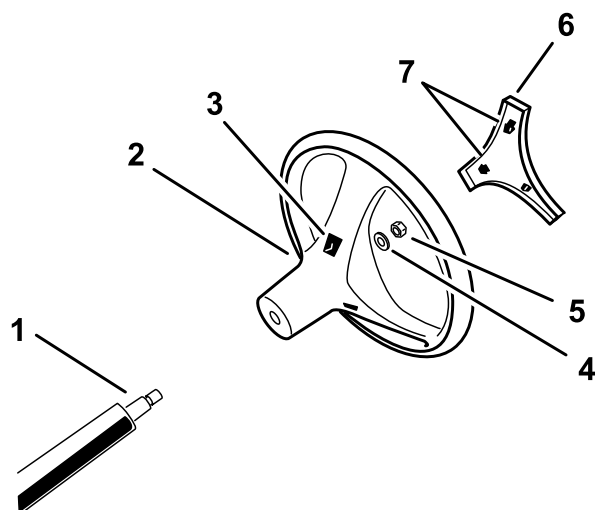

Figura 3
4. Fixe o volante no eixo com a porca de bloqueio e aperte-a a 24 a 29 N m como se mostra na Figura 3.
5. Alinhe as patilhas da tampa com as ranhas no volante e coloque a tampa no volante (Figura 3).